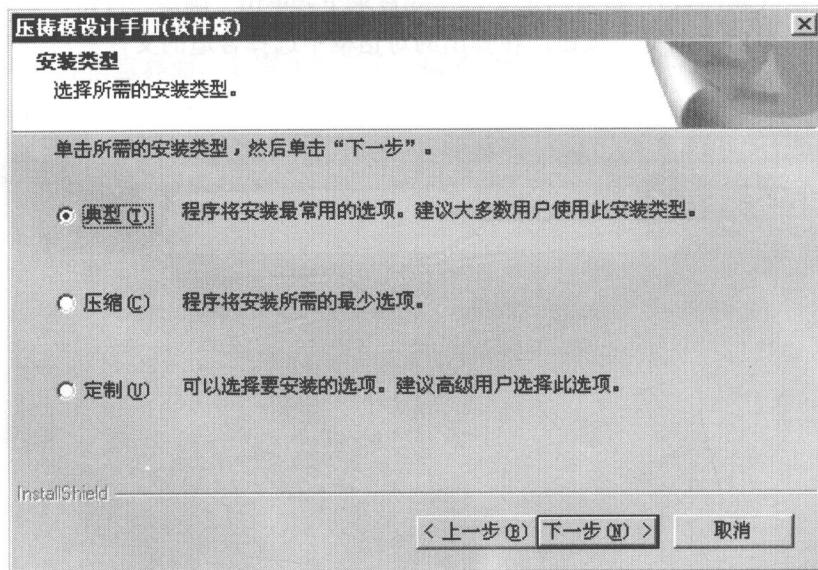

图 1-7 选择安装类型界面
(7) 进入选择安装类型界面，在这里用户需要选择安装类型，如图 1-7 所示。